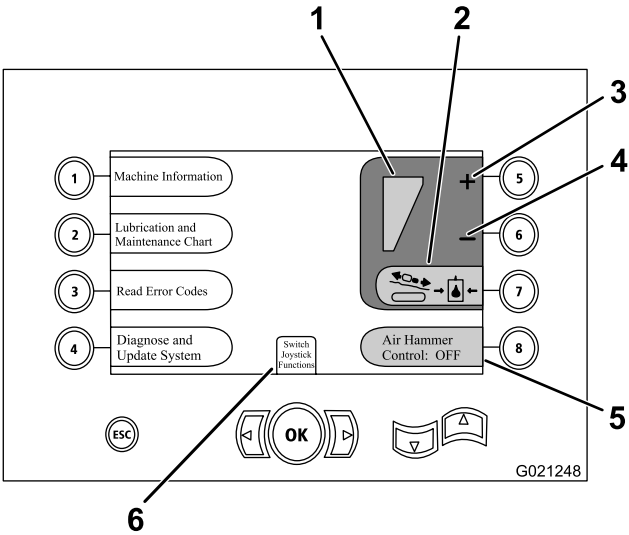

Рисунок 7
При открывании этой страницы кнопка выбора давления каретки (7) находится в положении ВКЛ. (ON) (зеленый) или в положении ВЫКЛ. (OFF) (красный), как показано на Рисунок 7.